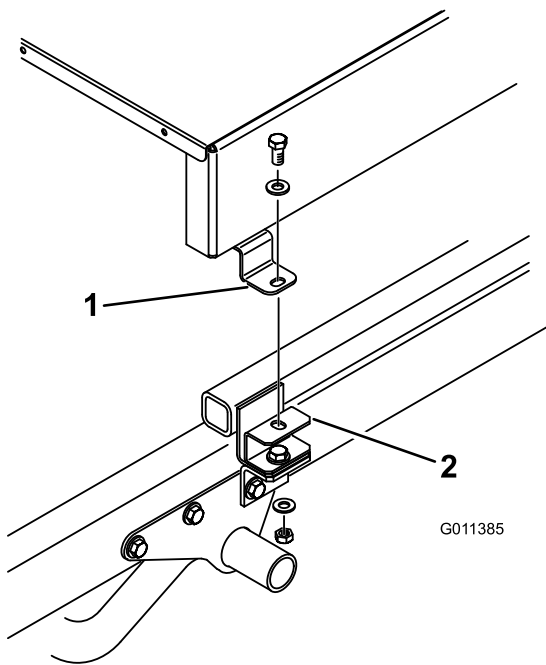

Figura 10
7. Sujete provisionalmente la parte superior de cada soporte de montaje (Figura 9) o espaciador (Figura 10) a la pestaña de montaje de cada lado de la recebadora con un tornillo de caperuza de 1/2" x 1", 2 arandelas planas y contratuercas. Apriete todas las fijaciones.